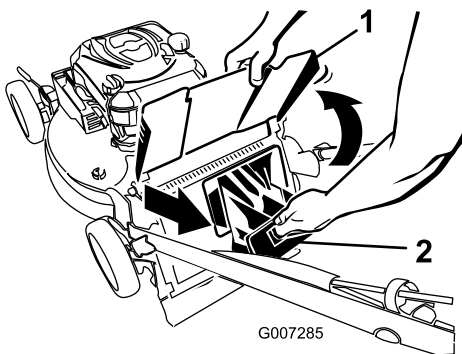

Рисунок 32
1. Поднимите и удерживайте в верхнем положении отражатель выброса (Рисунок 32).
2. Вытяните на себя заднюю выпускную заглушку (Рисунок 32).